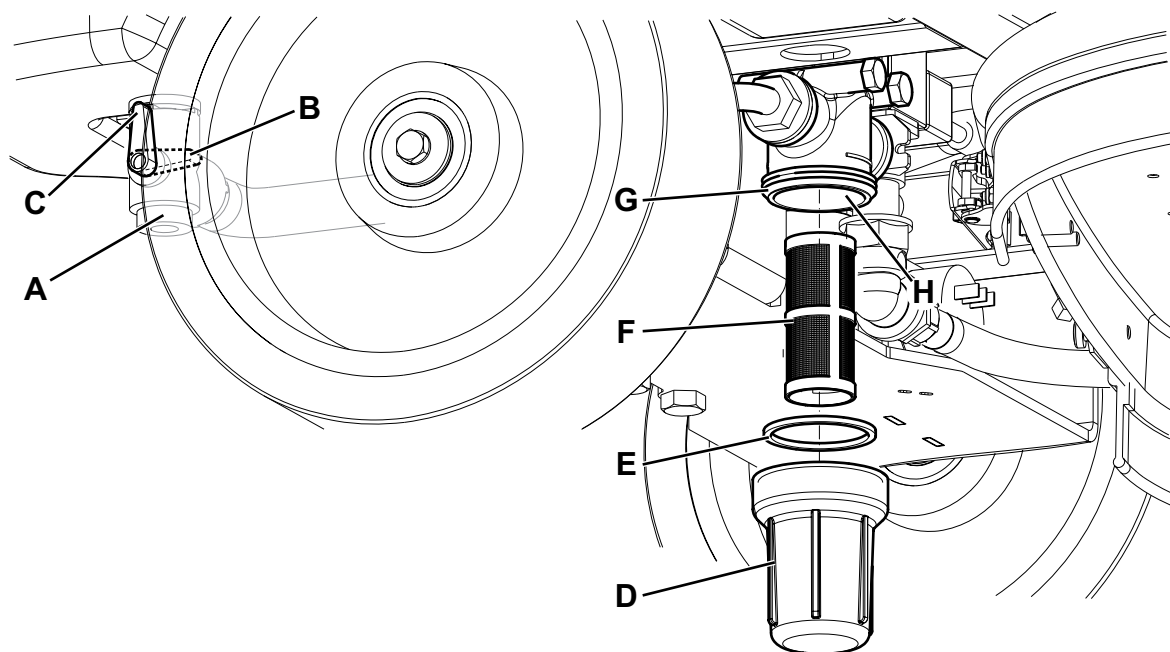

Рис. 9
2. Поверните ключ зажигания (58) в положение «0».
3. Закройте кран раствора (А, Рис. 9) под машиной позади правого заднего колеса. Кран (А) закрыт, когда находится в положении (В), и открыт, когда находится в положении (С).
4. Снимите прозрачный колпачок (D), извлеките прокладку (E), затем сетку фильтра (F) из-под машины, перед правым задним колесом. Промойте их водой и установите на стойке (G).